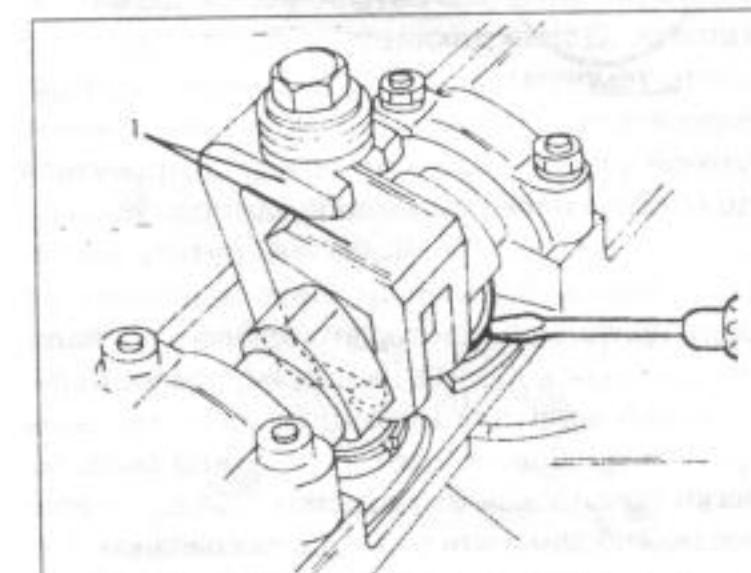

Рис. 79.
- с помощью отвертки, как показано на рис. 79, повернуть толкатель, чтобы выработанная канавка была направлена в сторону патрубка;
- вставить специальный инструмент, указанный на рис. 79 образом, пока не освободится регулировочная шайба и ее можно будет вынуть;